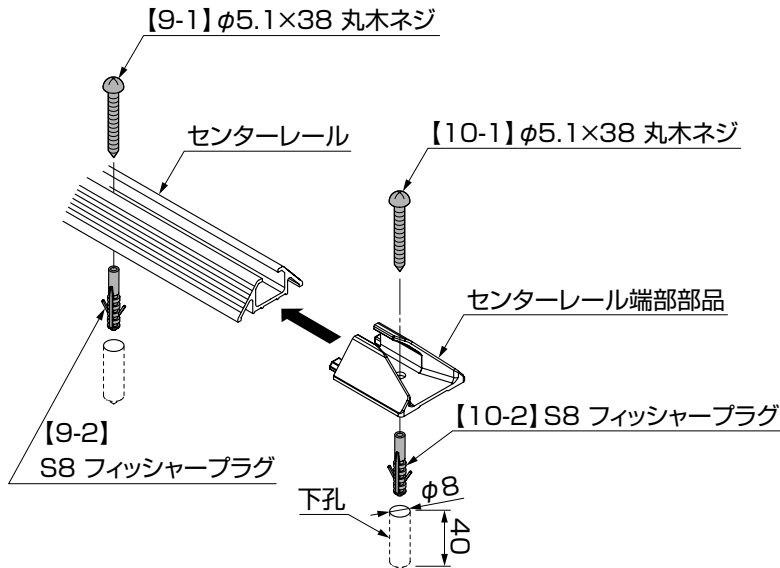

図10-5
- ①センターレールの位置を決め、センターレールの孔に合わせて地盤に下孔φ8 深さ40mm以上の孔をあけてください。(図10-5参照)
- ②【9-2】を圧入し、【9-1】でネジ止めしてください。(図10-5参照)
- ③センターレール端部部品をセンターレールに図のように差込み、センターレール端部部品の孔に合わせて地盤に下孔φ8 深さ40mm以上の孔をあけてください。(図10-5参照)
- ④【10-2】を圧入した後、【10-1】でネジ止めしてください。(図10-5参照)